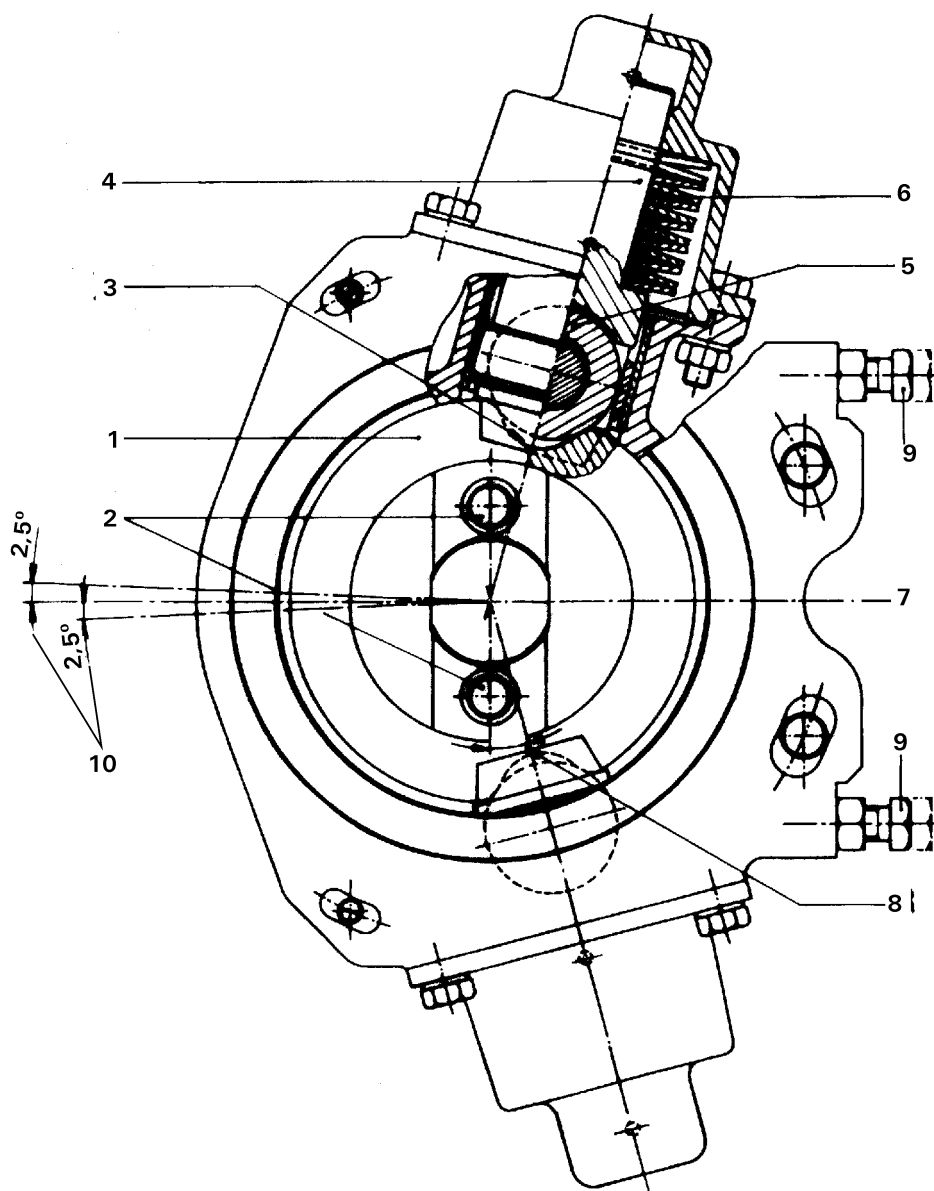

Figura A-12. Dispositivo de centrado
Dentro de la caja del dispositivo de centrado se encuentra un disco de levas (1, Figura A-12.) el cual está unido en unión positiva al muñón inferior del dispositivo de choque y tracción. De tal manera los movimientos horizontales del enganche se transmiten al disco de levas. El disco de levas (1) tiene dos entalladuras (3) laterales. Los émbolos (4) con rodillos (5) son presionados en las entalladuras por los resortes de disco (6), manteniendo de este modo el enganche siempre en posición fija con relación al eje longitudinal del vehículo.